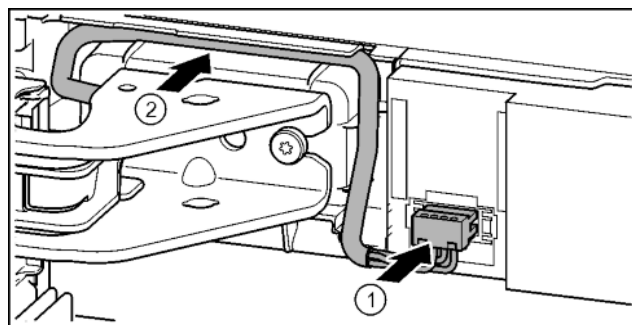

Fig. 36
- ▶ Stecker über oberen Lagerbock einrasten und Kabellitzen vorsichtig in Kanal legen. *Fig. 36 (1)*
- ▶ Graues Kabel vorsichtig in der Führung über dem oberen Lagerbock verlegen. *Fig. 36 (2)*